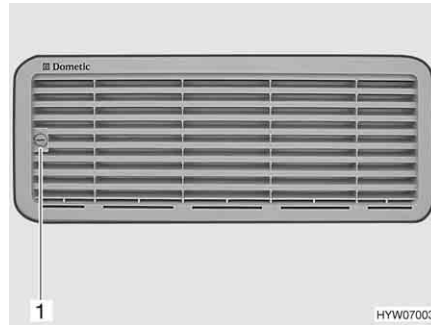

Fig. 49 Grille d'aération du réfrigérateur
- Tourner la vis (Fig. 49,1) d'un quart de tour à l'aide d'une pièce de monnaie.